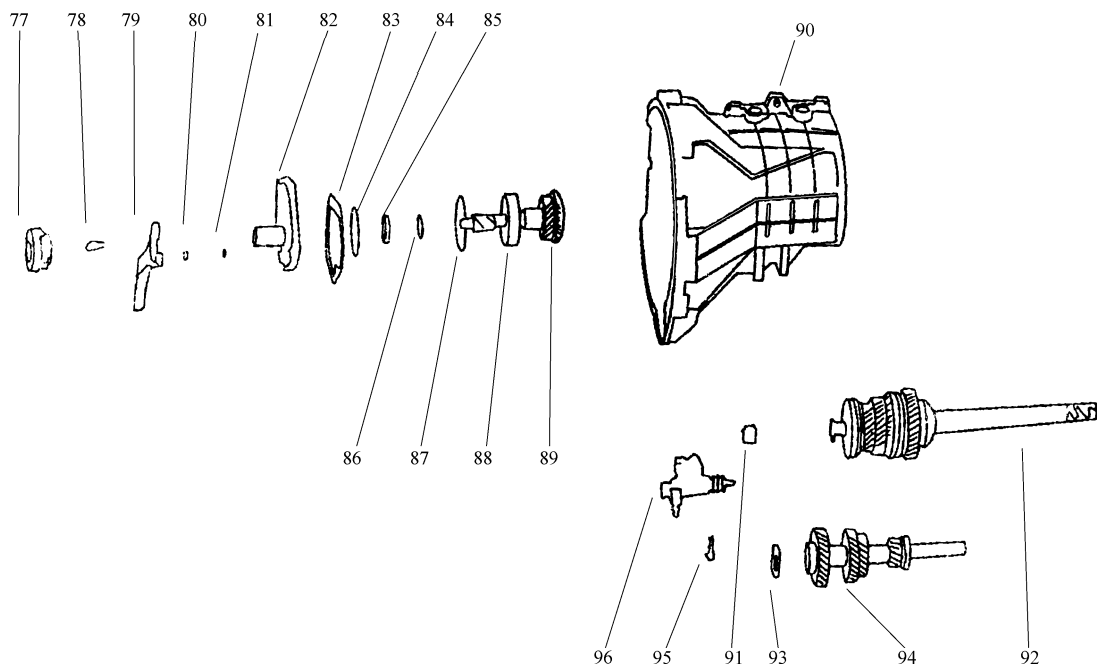

图 3-49 中间轴总成拆卸步骤
- 3) 中间轴总成分解与重新组装。中间轴总成拆卸步骤如图 3-49 所示。